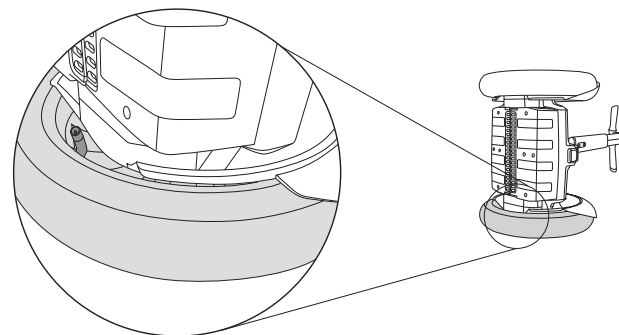

図 67. i2 SE のバルブの脚の場所
3. ホイール内側にあるバルブの脚が見えるようになるまで、パワーベースを回転させます(図 67 を参照します)。